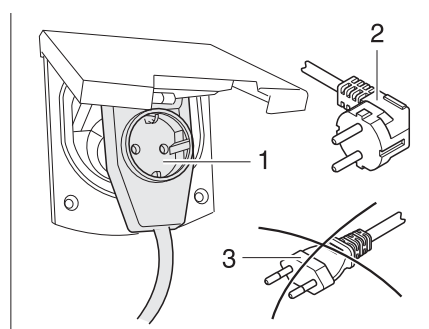

Fig. 96 Collegamento ad un connettore ad angolo provvisto di presa
- ▶ Se si impiega un connettore ad angolo CEE 17 provvisto di una presa integrata sulla parte posteriore (Fig. 96,1), utilizzare esclusivamente una spina IP 44 gommata e sigillata con contatto di terra (Fig. 96,2). Non utilizzare spine senza contatto di terra (Fig. 96,3). Pericolo di scarica elettrica!